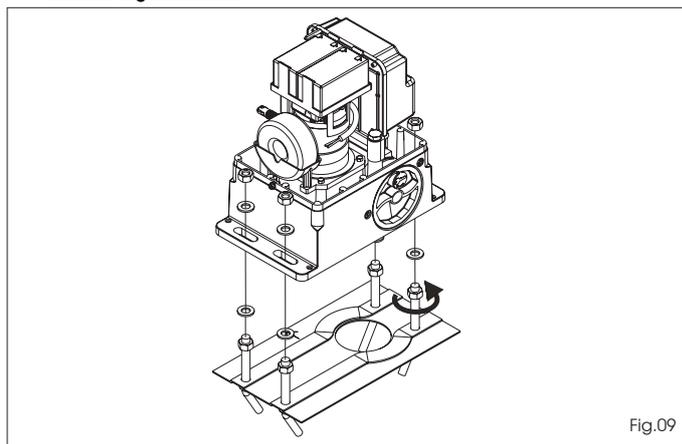

Fig.09
- Coloque el operador sobre la placa de cimentación utilizando las arandelas y tuercas suministradas en dotación, como se indica en la Fig. 09. Durante dicha operación haga pasar los cables a través de las correspondientes aperturas realizadas en el cuerpo del motor (Véase Fig. 01 ref.9). Si fuera necesario se puede, utilizando un martillo, unir los dos orificios para obtener un paso más amplio.